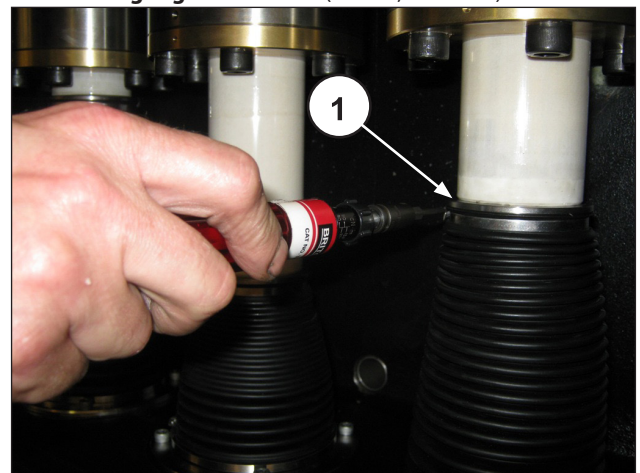

Abb. 163
Die erneute Positionierung des Faltenbalgs auf dem Spritzschutz und das Anziehen der Schelle zur Faltenbalg-Fixierung erfolgen im Anschluss an die Montage des Kopfs und **Befestigung des Kolbens** (Pos. ①, Abb. 163).